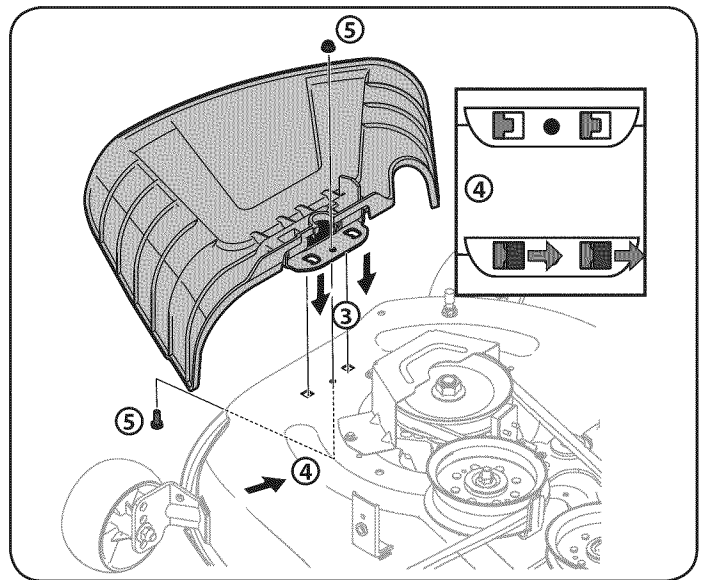

Figura 4
3. Deslice la arandela plana en el tornillo hexagonal. Desde el exterior, inserte el tornillo hexagonal con arandela a través de la ranura de la palanca de control y el agujero del soporte de pivote. Véase la Figura 4. Usando una llave de 1/2 ajustado el tornillo, pero no los apriete completamente.
3. Coloque el deflector del canal en la cubierta, asegúrese de insertar las lengüetas del deflector del canal en los orificios de la cubierta. Vea la Figura 4.
4. Cuando las fichas se han instalado en la cubierta, deslice el deflector del canal hacia la parte trasera del tractor hasta que el orificio del perno en el deflector del canal se alinea con el agujero en la cubierta. Vea la Figura 4.
5. Fije el deflector del canal en su lugar con la tuerca de seguridad con brida y hex extraído en el paso 2. Apriete a 102-124 pulg-lbs. Vea la Figura 4.